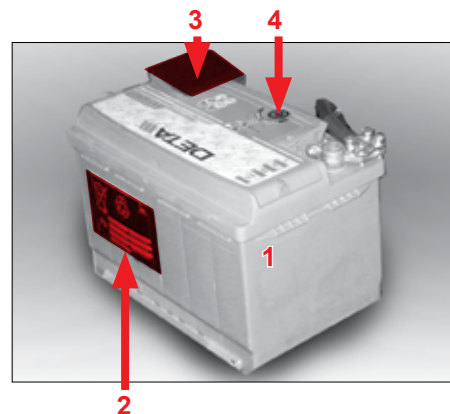

Fig. 110
Vær opmærksom på driftsvejledningen til batteriet. Batteriets driftsvejledning sidder på siden af batteriet pos. 2 (Fig. 110).
- Sørg for, at pluspolens afdækning altid sidder på og er lukket pos. 3 (Fig. 110).
- Vær opmærksom på batteriets kontrol-indikator. Batteriets kontrol-indikator befinder sig øverst på batteriet pos. 4 (Fig. 110):